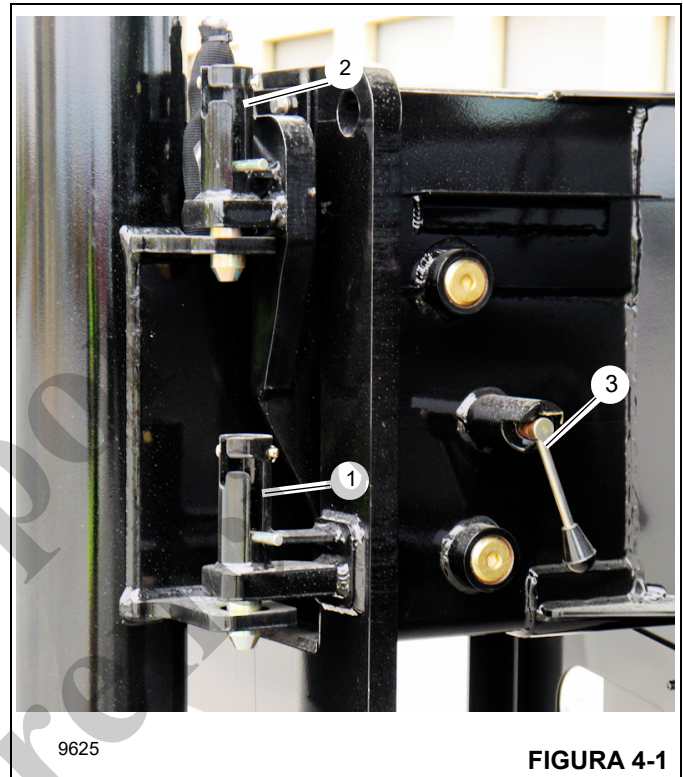

FIGURA 4-1
1. Desenganche el bloqueo mecánico de propulsión (1, Figura 4-1) que asegura cada viga en la posición totalmente retraída durante el transporte.
- b. Posición extendida al 50 %. Enganche las trabas manuales de posición central (2, Figura 4-1) para colocarlas en el punto medio.
- c. (NTC60XL solamente) posición extendida al 75 %. Enganche las trabas manuales (3, Figura 4-1) girando la manija en sentido horario.